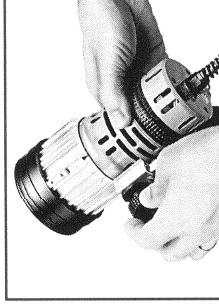

Bild 2
1. An dem Frontgehäuse befinden sich C-Führungen (Bild 1), in diese werden die vormontierten Führungen des Haltebügels eingeschoben (Bild 2).